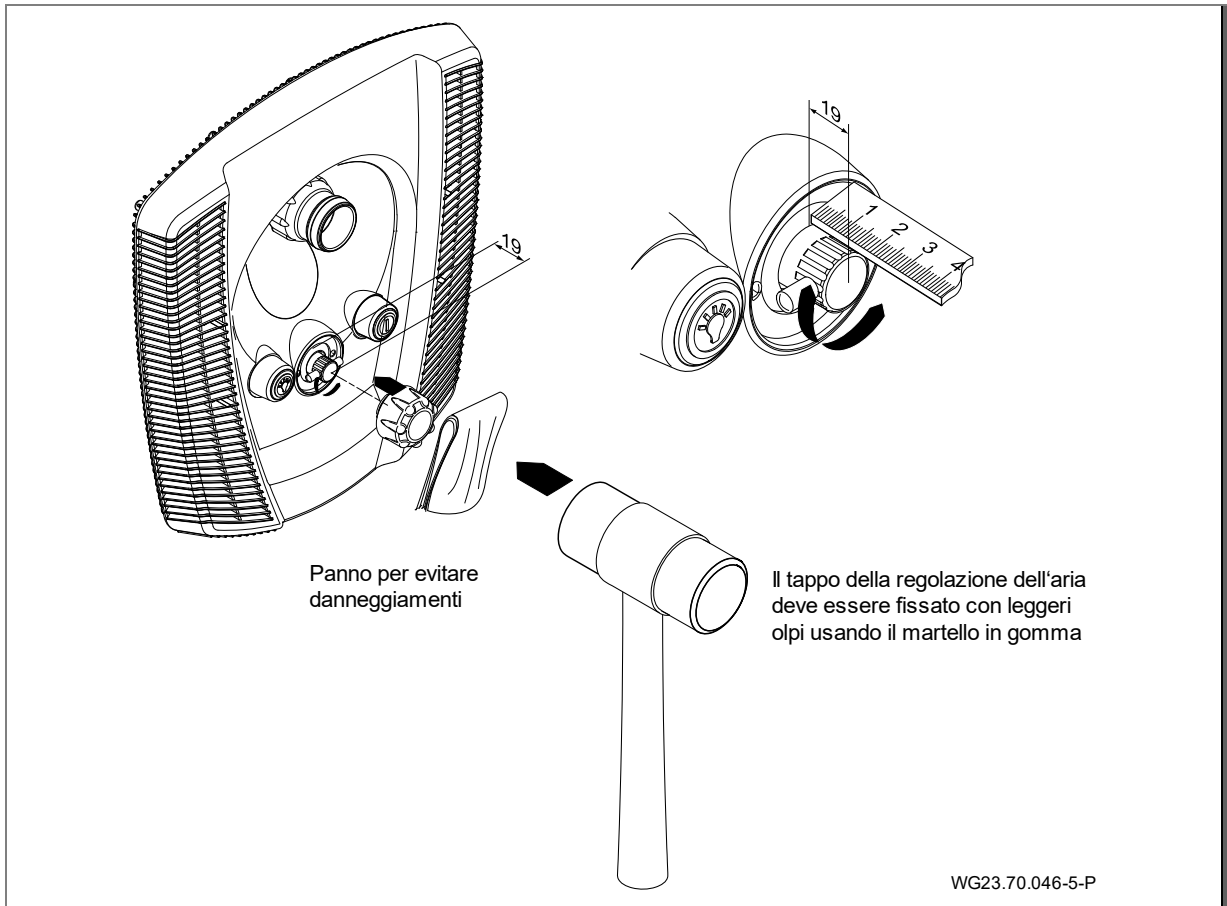

Fig. 20
8. Fissare il tappo per la regolazione dell'aria. (Fig. 20)
9. Collegare la pompa Jet (92) con la metà dei raccordi a vite (98, 99, 100), il profilo angolare in gomma (79) e i relativi morsetti (75) sul lato di aspirazione e di mandata al corpo da murare (1).